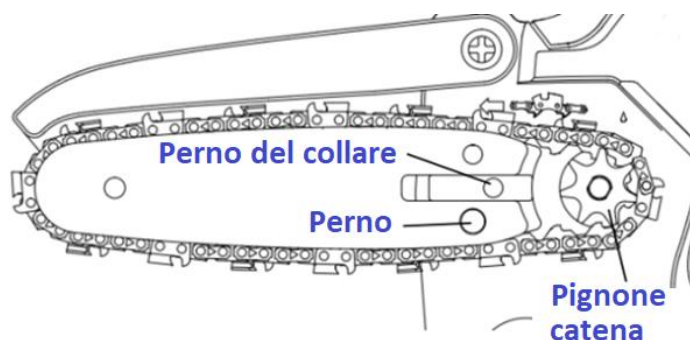

Fig. 6
- Installare la guida e la catena sull'attrezzo come illustrato in Fig. 6.